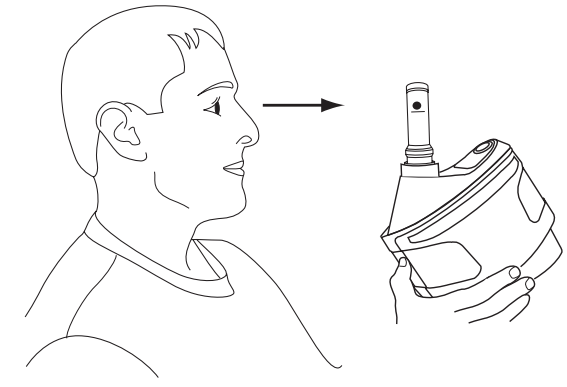

Fig. 13b
- Avec le débitmètre en position verticale, s'assurer que le bas de la bille flottante est vis-à-vis ou au-dessus de la marque de débit minimal (Fig. 13b). Pour obtenir une lecture exacte, le débitmètre doit se trouver en position verticale.